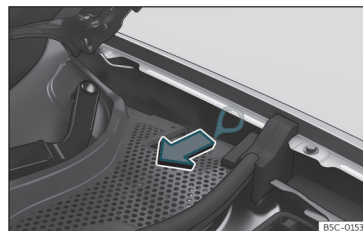

Fig. 205 Tra l'ala sinistra e la cerniera del cofano motore.: Maniglia per lo sblocco di emergenza del connettore di ricarica.
» fig. 205.
- Tirare la maniglia » fig. 205.